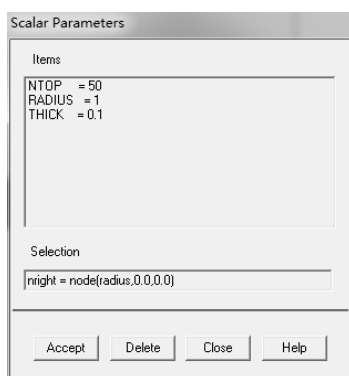

图 9-57 输入所有参数
2) 在 “Selection” 文本框中输入 “nright=node (radius, 0.0, 0.0)”，单击 “Accept” 按钮接受，如图 9-57 所示。单击 “Close” 按钮关闭对话框。